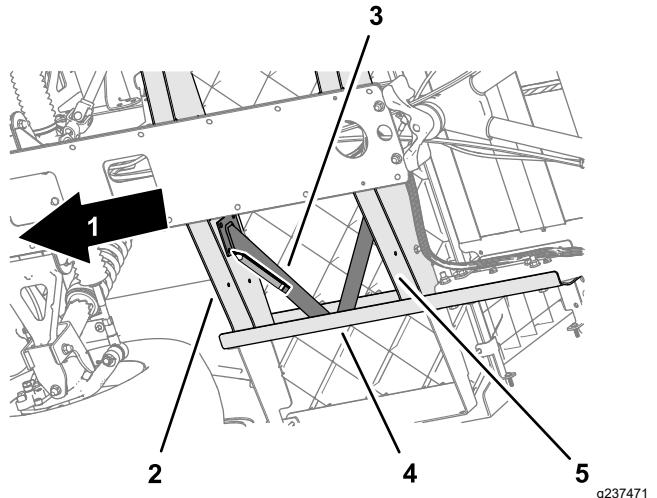

Figura 15
- Alinhe as flanges do suporte do piso com o canal lateral da estrutura, o canal dianteiro do piso, e o canal traseiro da estrutura da máquina (Figura 15).
- Alinhe o suporte do piso paralelo ao piso (Figura 15).
3. Utilizando o suporte do piso como modelo, marque os locais dos furos no canal lateral da estrutura e nos canais do piso (Figura 15, Figura 16 e Figura 17).